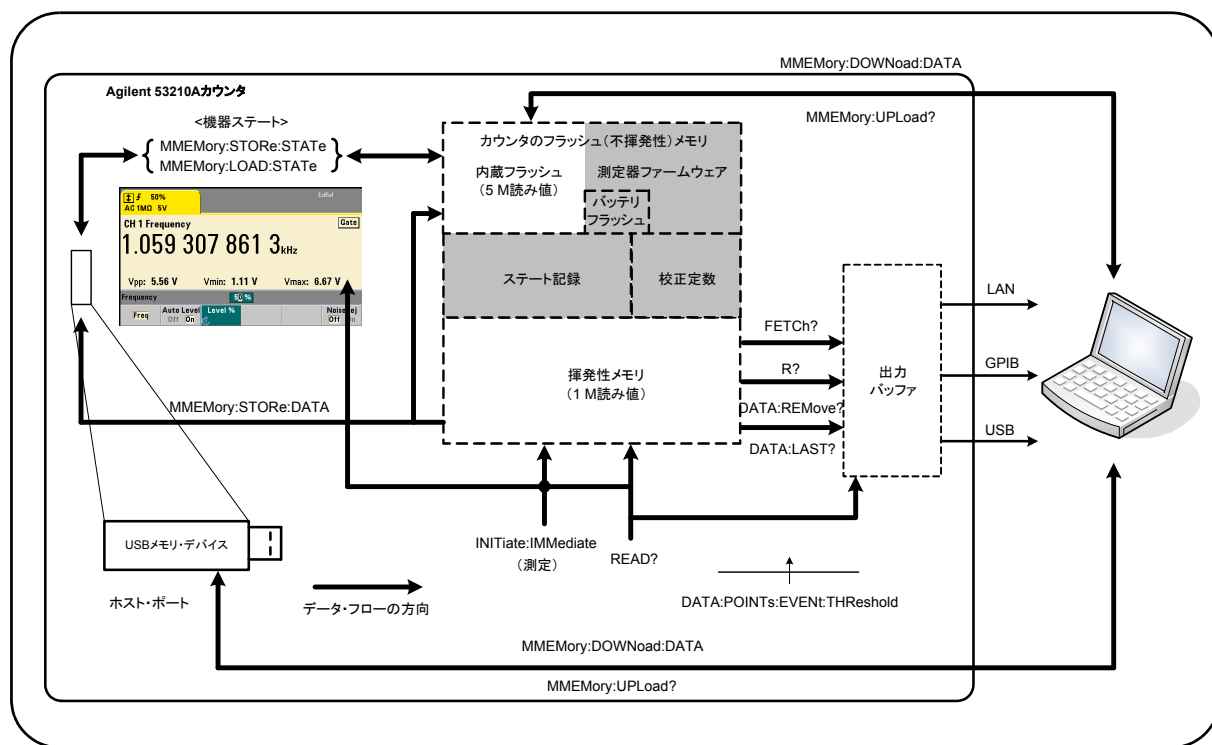

図7-1. 53210Aカウンタ内部のデータ・フロー。
カウンタ内部の測定データ・フローの概要を、図7-1に示します。
フロント・パネルまたはI/O インタフェースから取得したカウンタ測定値は、図7-1に示すようにディスプレイに表示されます。ディスプレイの概要については第1章を参照してください。
すべてのカウンタ測定値は、表示される他に、カウンタの**揮発性読み値メモリ**に記録されます（図7-1）。メモリ容量は読み値1,000,000個分です。読み値メモリには次の性質があります。
出力バッファにあるデータは、LAN、USB、GPIB を通じて PC から読み取れます (図 7-1)。次のセクションでは、読み値をメモリからバッファに転送する方法を示します。転送中に出力バッファがいっぱいになった場合、読み値を PC に取り出してバッファに空きができるまで、コマンド実行は休止します。読み値が失われることはありません。
**READ?** : INITiate:IMMediateの直後にFETCh?を実行するのと同じ。READ?を使用する場合、TRIGger:COUNTとSAMPle:COUNTで指定されたすべての読み値が測定されてメモリ中に入ると、読み値はただちに出力バッファに読み取られます (図 7-1)。